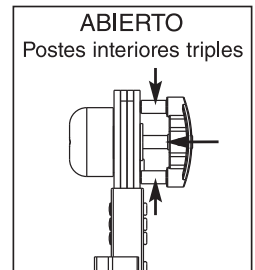

Figura 2
- 2) En la posición abierta (Véase la Figura 2), puede ajustarse el ángulo de la escalera.
Nota: La posición abierta puede verificarse mediante los tres postes interiores expuestos en la perilla-botón (Véase la Figura 2).